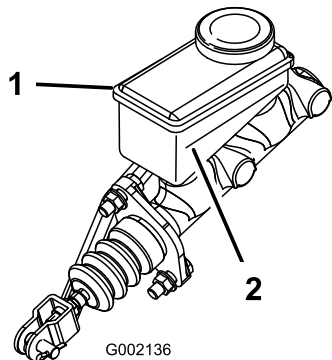

**Figura 65**
4. Sollevate il cofano per avere accesso al cilindro del freno principale e al serbatoio (Figura 65).
- A. Pulite l'area intorno al tappo del serbatoio e togliete il tappo (Figura 65).
- C. Montate il tappo sul serbatoio (Figura 65).